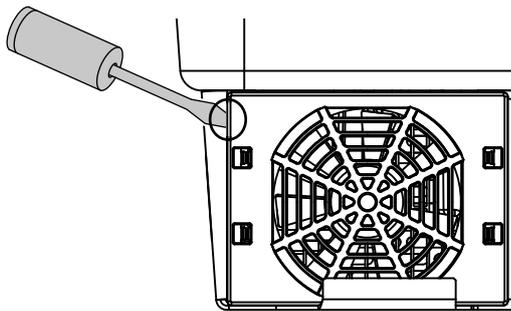

Fig. 63 : Démontage de la grille du ventilateur
2. Démontez le ventilateur. Pour cela, insérez un tournevis sur le bord de la grille du ventilateur, puis exercer une légère pression. 🔧 Fig. 63